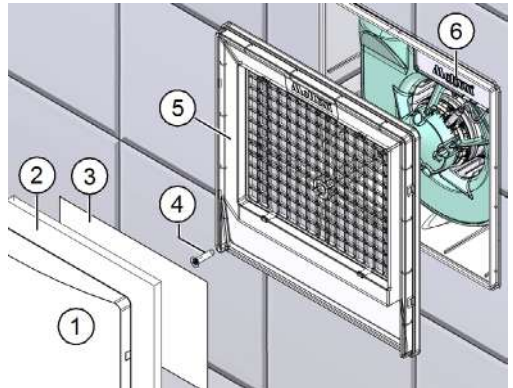

Abb. 10: Anschlussdeckel entfernen
- ▶ Greifen Sie an einer Ecke von unten in den Ansaugdeckel (Pos. 1 in Abb. 10) und ziehen Sie den Ansaugdeckel vom Filterträger (Pos. 5 in Abb. 10) ab.
- ▶ Entfernen Sie den Filter (Pos. 2 in Abb. 10) und ggf. das Reguliervlies (Pos. 3 in Abb. 10, nur bei Lüftern mit einer Luftleistung von 60 m³/h mit seitlichem Ausblas).
- ▶ Entfernen Sie die M6-Senkkopfschraube (Pos. 4 in Abb. 10).
- ▶ Entfernen Sie den Filterträger (Pos. 5 in Abb. 10).
- ▶ Entfernen Sie den Anschlussdeckel (Pos. 6 in Abb. 10). Die Potentiometer zur Einstellung der Lüfterfunktion befinden sich hinter dem Anschlussdeckel.
- ▶ Setzen Sie den Anschlussdeckel (Pos. 6 in Abb. 10) wieder ein .
- ▶ Setzen Sie den Filterträger (Pos. 5 in Abb. 10) auf.
- ▶ Befestigen Sie den Filterträger mit der M6 Senkkopfschraube (Pos. 4 in Abb. 10).
- ▶ Setzen Sie ggf. das Reguliervlies (Pos. 3 in Abb. 10, nur bei Lüftern mit einer Luftleistung von 60 m³/h mit seitlichem Ausblas), den Filter (Pos. 2 in Abb. 10) und den Ansaugdeckel (Pos. 1 in Abb. 10) auf das Gerät auf.